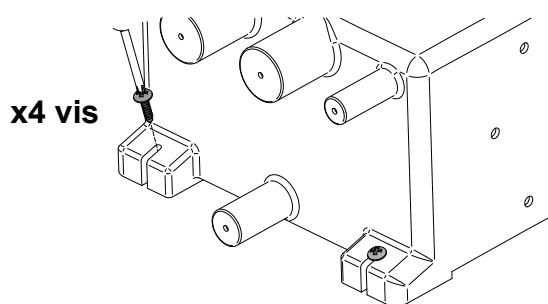
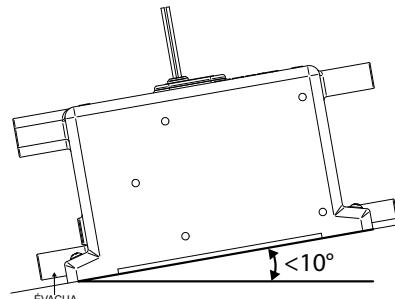

Figure 4 Fixation du réservoir
Figure 5 Angle d'installation maximum possible
Étape 2: Le réservoir doit être fixé à l'aide de 4 vis adéquates, par le pied du réservoir, comme illustré sur la Figure 4. **REMARQUE :** L'angle du réservoir ne doit pas dépasser 10° (Figure 5). **REMARQUE :** Ne pas visser directement sur la coque – **DOIT** être installé sur une cloison ou un panneau supplémentaire.